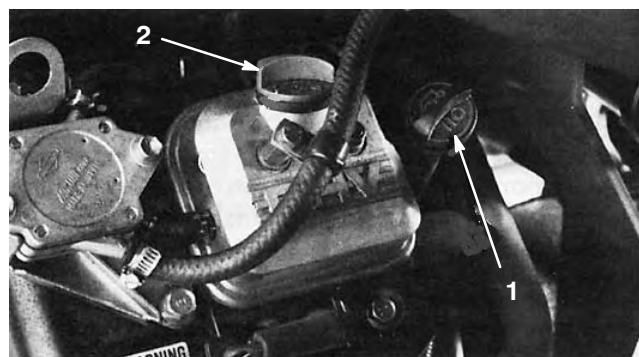

Figure 13
- Dévissez la jauge et essuyez-la avec un chiffon propre. Revissez la jauge dans le tube en vérifiant qu'elle est enfoncée au maximum (Fig. 13). Dévissez la jauge et sortez-la du tube pour vérifier le niveau d'huile. Si le niveau est trop bas, retirez le bouchon de remplissage du couvre-culasse et ajoutez la quantité d'huile nécessaire pour amener le niveau au repère maximum de la jauge.